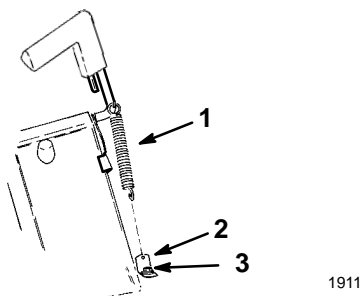
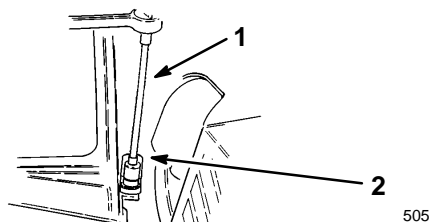

Figure 3
Figure 4
- Fixer l'ancrage du ressort et le coin avant gauche du conduit d'éjection au carter de tondeuse à l'aide du quatrième boulon (Fig. 3). Utiliser une allonge de clé à douille si nécessaire (Fig. 4).
- Accrocher l'extrémité du ressort dans le petit trou de l'ancrage (Fig. 3).